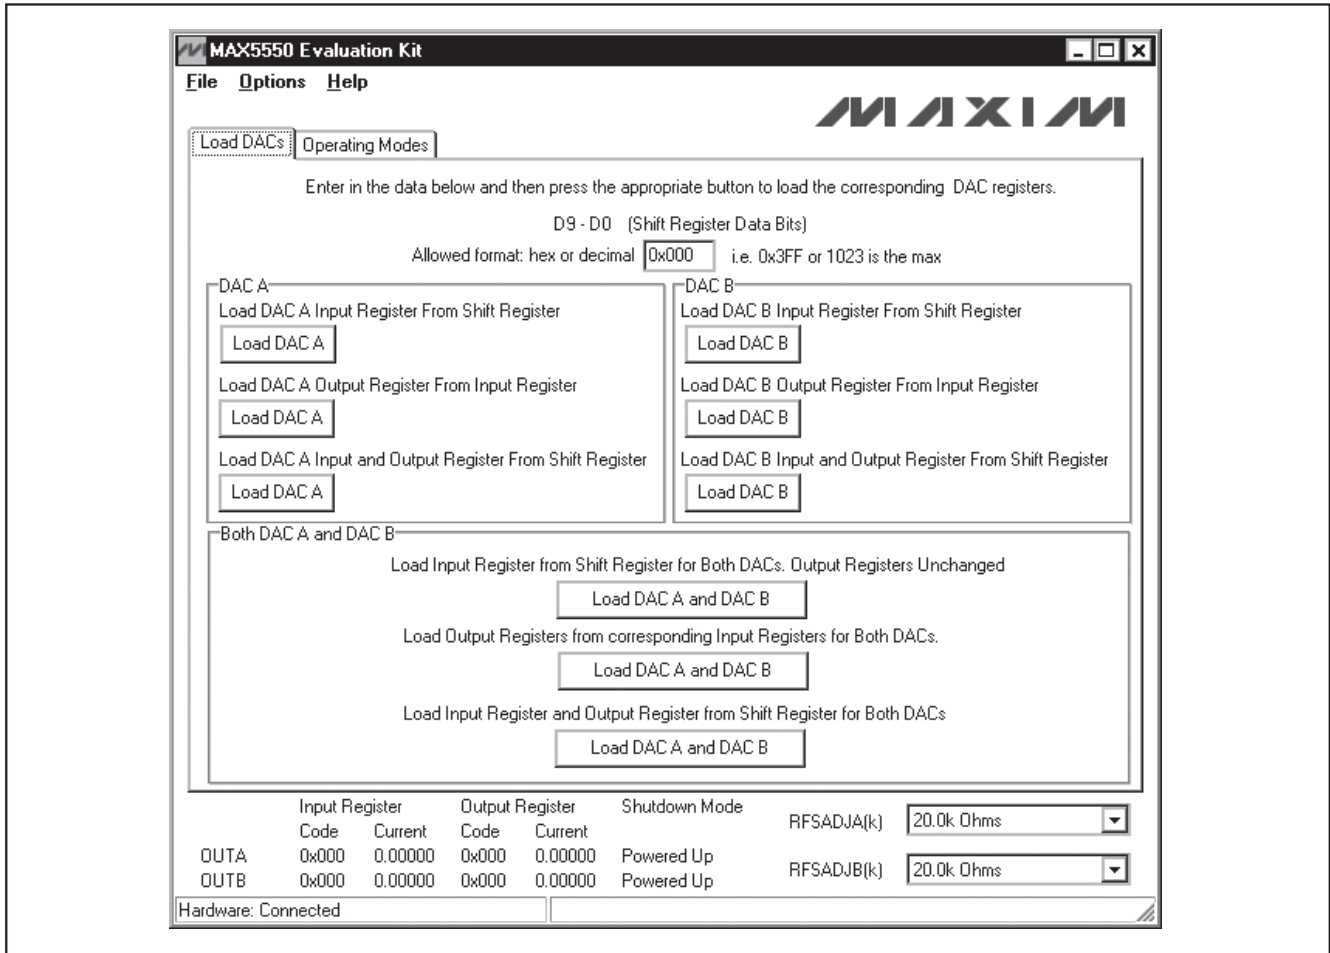

図1. MAX5550のEVキットソフトウェアメインウィンドウ : Load DACs (DACのロード)タブ
- 6) **Start | Programs** (スタート | プログラム)メニューを開き、MAX5550のEVキットソフトウェアを起動します。このEVキットソフトウェアのメインウィンドウが表示されます(図1を参照)。
評価ウィンドウのメインウィンドウ(図1)は、すべてのDAC入力および出力レジスタの電流および流れとコードを表示します。さらに、メインウィンドウは2つのタブを持っています。Load DACs (DACのロード)タブは、